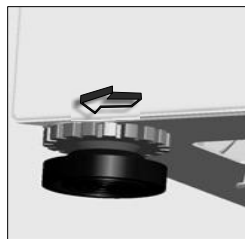

Рис. 4
- Ослабьте пластиковую установочную гайку (рис. 4),